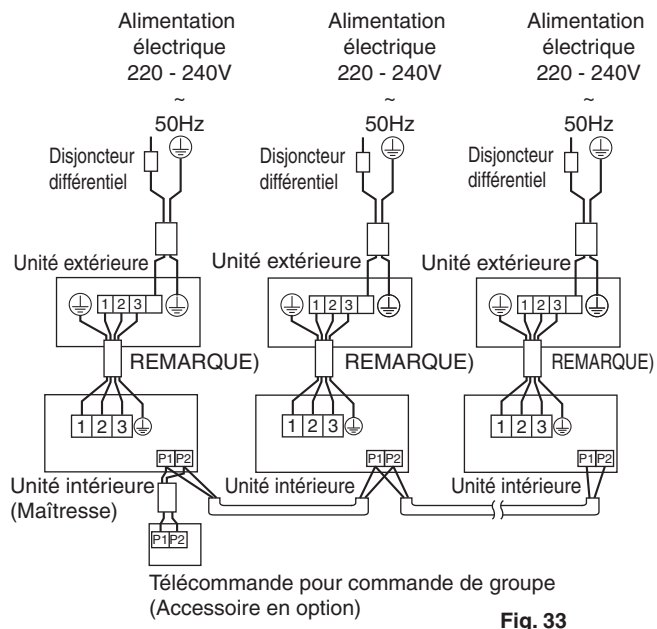

Fig. 33
- 1 télécommande commande jusqu'à 16 unités intérieures (Toutes les unités intérieures fonctionnent depuis la télécommande). (Reportez-vous à la Fig. 33)